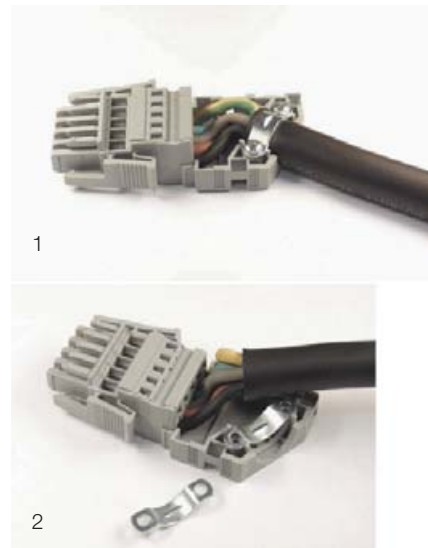

Abb. 64: Anschlussstecker mit Zugentlastungsgehäuse
- Führen Sie die Leiter im Zugentlastungsgehäuse, wie in Abb. 64 dargestellt, und fixieren Sie das Anschlusskabel mit Hilfe einer Kabelschelle am Zugentlastungsgehäuse.
Um eine ausreichende Zugentlastung auch bei Leitungen mit einem Durchmesser <12 mm zu gewährleisten, ist das Einlegen einer zweiten Kabelschelle unter der Leitung erforderlich (Abb. 64, Pos. 2).